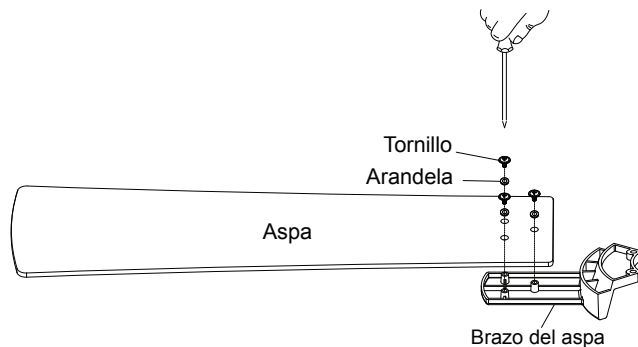

Fig. 16
**Paso 1.** Alinea los orificios del aspa y la arandela con los orificios de los brazos del aspa y asegure el aspa en su lugar con los tornillos proporcionados. (Fig. 16)